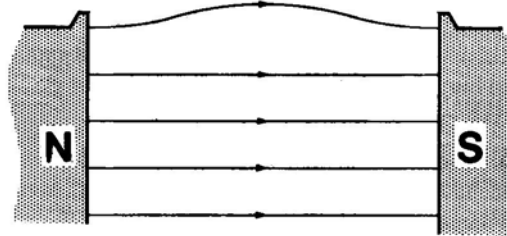

Figure 6 - Champ magnétique entre les pôles d'un aimant permanent.
- Figure 6 c)
Ce qui nécessite un courant  $I_x$  encore plus grand, soit une valeur de 325A (figure 6 c).
- Figure 6 d)
- Figure 6 e)